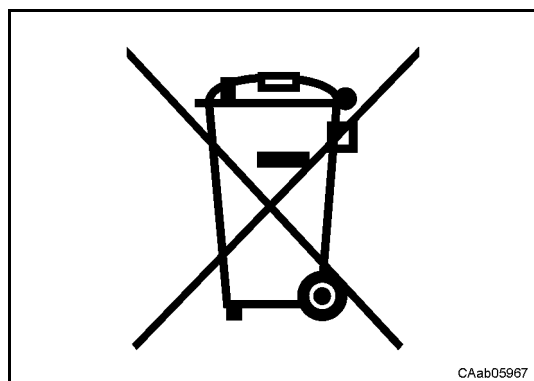

Fig. 21
- I prodotti accompagnati dal simbolo in Fig. 21 non devono essere smaltiti con i rifiuti domestici;
- Products accompanied by symbol in Fig. 21 must not be disposed of with household waste;